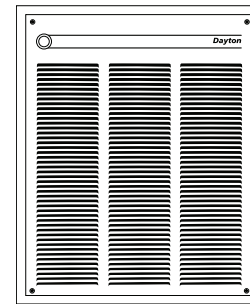

Figura 1
3. El suministro eléctrico deberá entrar a la caja posterior a través de los agujeros ciegos que están en el lado DERECHO de la caja (consulte la Figura 1). También vea la marca SUPERIOR en la caja posterior para obtener la orientación correcta.